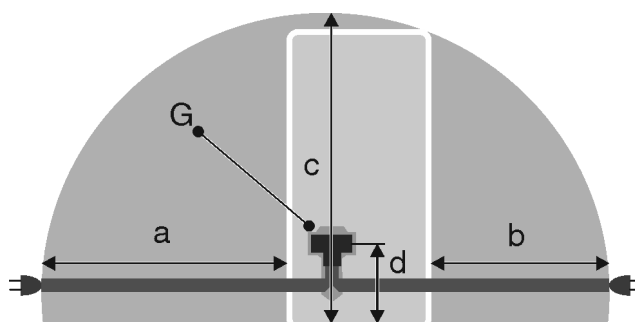

Fig. 28
- De contactdoos bevindt zich buiten het bereik van de achterzijde van het apparaat in het desbetreffende gedeelte *Fig. 28 (a, b, c)*.
- ▶ Breng de apparaatstekker *Fig. 28 (G)* aan de achterzijde van het apparaat aan. Let op het correct vastklikken.